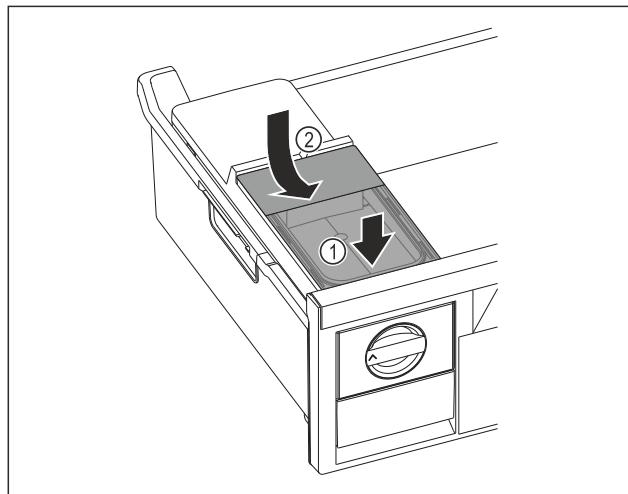

Fig. 98
- ▶ Placer le réservoir d'eau à l'avant. Fig. 98 (1)
- ▶ Abaisser le réservoir d'eau à l'arrière. Fig. 98 (2)